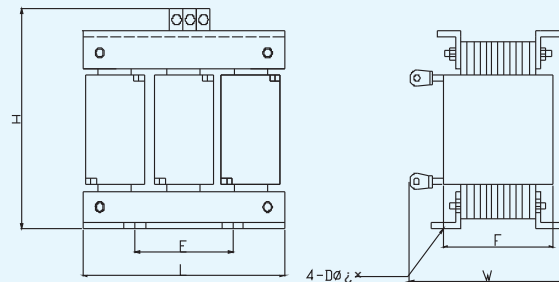

图 64-1 三相滤波器扼流圈（电抗器）外型安装图
(2) 由于谐波的复杂特性等, 如滤波组件配置不当, 则会引起严重的谐振现象, 后果较为严重, 因此, 谐波滤波组件建议选用VSK系列相关成熟产品, 匹配性及稳定性良好, 项目运行成功率高
(3) 其它电压等级及其它电抗率的滤波(调谐)扼流圈电抗器请致电VSK
(4) 产品安装及外形尺寸见图64-1
(2) 其它电压等级及其它抗率的滤波(调谐)电抗器请致电VSK。
(3) 产品安装及外形尺寸见图64-1、64-2、64-3